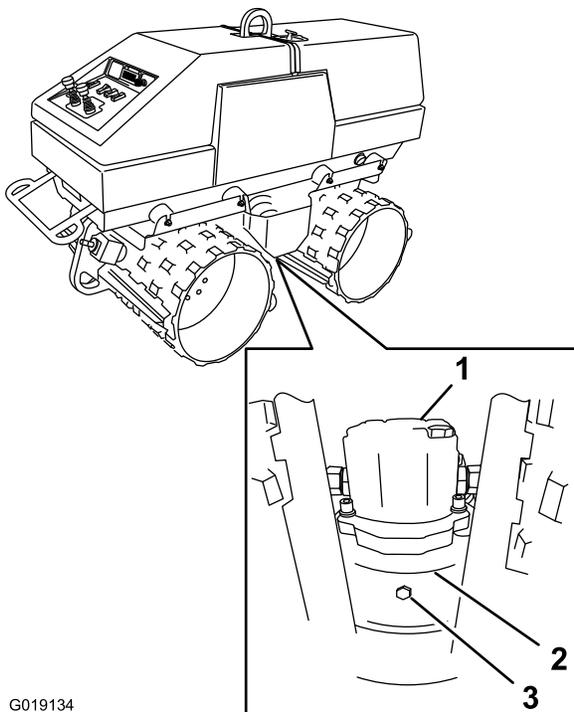

Figura 77
1. Localice el motor hidráulico de la excéntrica en la parte inferior derecha del exterior de la máquina (Figura 77).
2. Localice la tapa del motor de la excéntrica, en la que está montado el motor hidráulico (Figura 77).
4. Retire el tapón de vaciado de la parte inferior de la tapa del motor de la excéntrica y deje que se vacíe el aceite (Figura 77).
6. Instale el tapón de vaciado en el orificio de vaciado de la tapa del motor de la excéntrica (Figura 77).